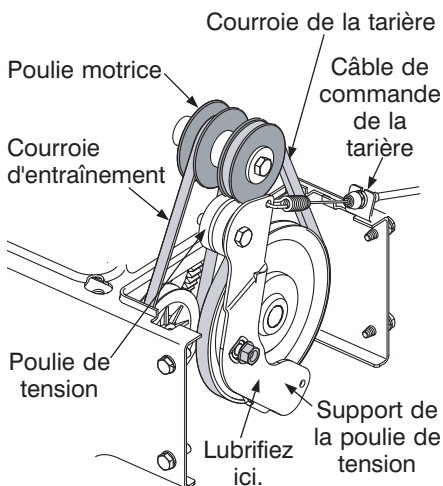

FIGURE 10
Lubrifiez la face de le support de la poulie de tension avec un lubrifiant léger pour temps froid au moins une fois par saison. Voir la Figure 10.
- Dégagez la courroie avant de la tarière de la poulie motrice en la glissant entre le support de la poulie de tension et la poulie motrice. Voir la Figure 10.